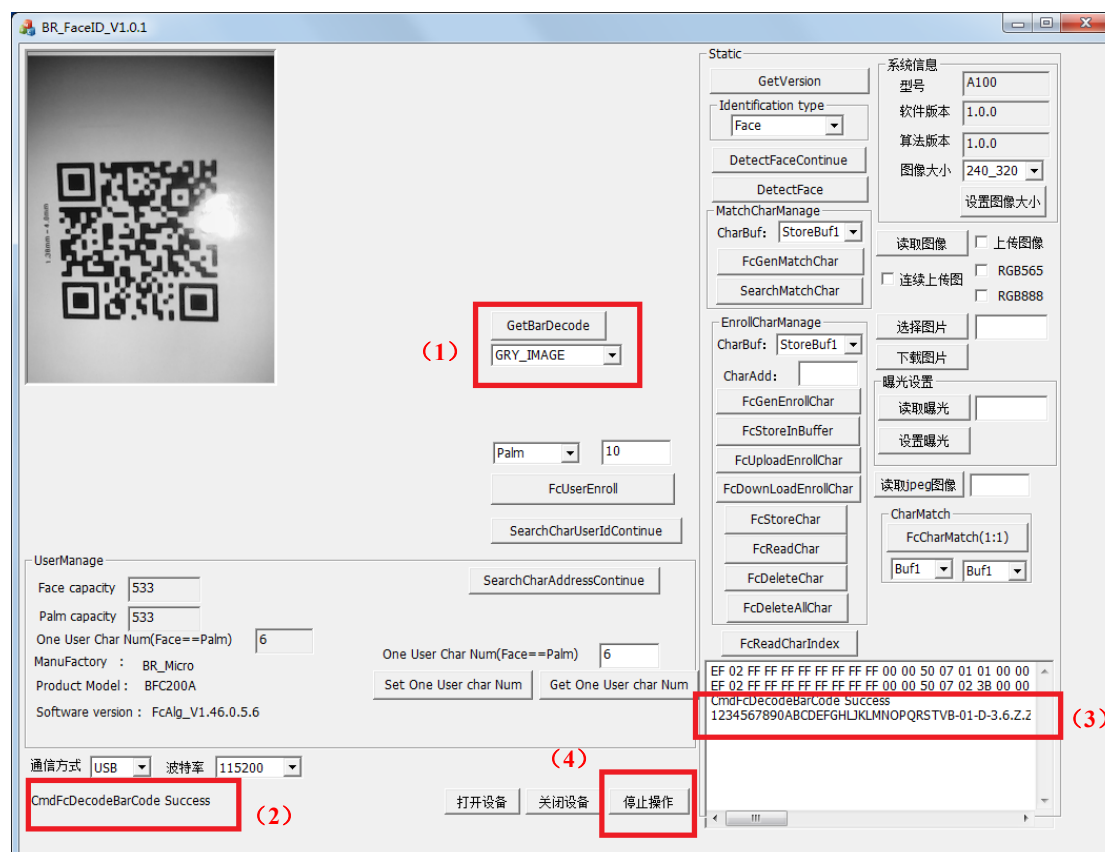

图 4-10
- (1) 连续点击“GeBarDecode”；
- (2) 二维码识别成功后左边提示“CmdFcDecodeBarCode Success”；
- (3) 右边显示识别出来的的二维码数据；
- (4) 点击“停止操作”，如图 4-10 所示。